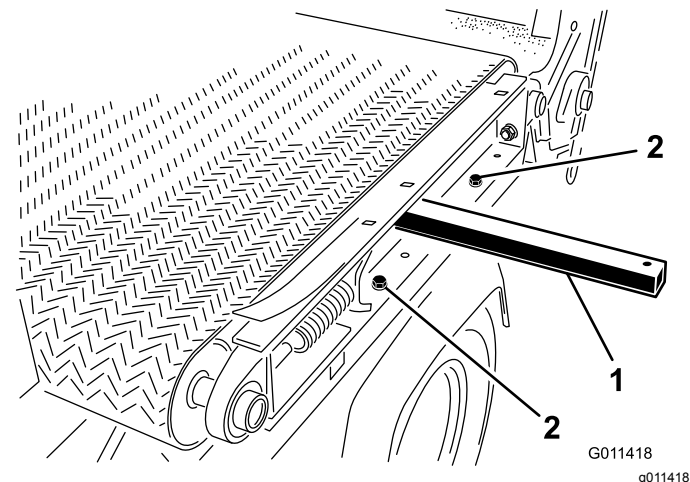

图35
7. 卸下机器左侧将滑行滚道固定至机架的 2 个平头螺丝、垫圈和螺母图35。
- A. 将撬棒插入机器左侧的孔中提起撬棒倾斜滑道货斗图35。